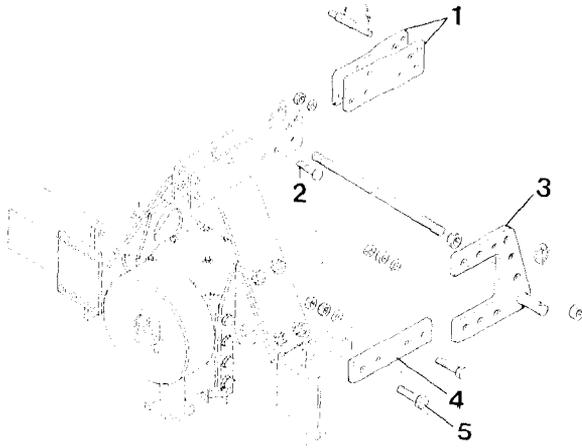

Fig. 41
- Verlängerung oben (Fig. 41/1) mit Skt.-Schrauben M12x35 (Fig. 41/2) am oberen Anlenkpunkt der Rüttelegge befestigen.
- Kupplungsstücke (Fig. 41/3) demontieren und zusammen mit der Verlängerung unten (Fig. 41/4) und Skt.-Schrauben M18x70 (Fig. 41/5) am Rahmenseitenteil der Rüttelegge anschrauben.